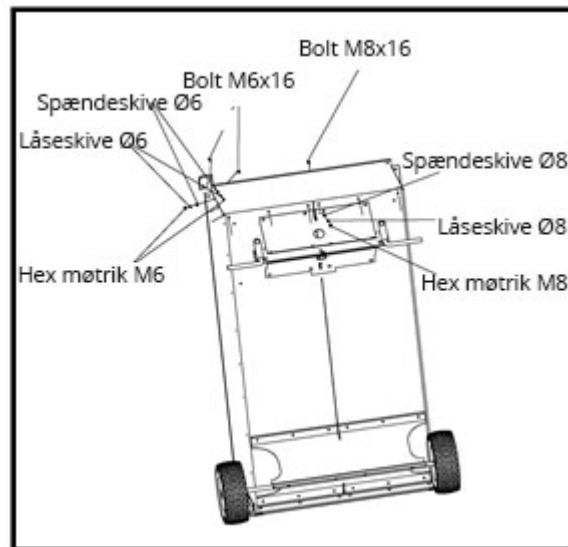

Figur 8
15. Monter vinkelbeslaget til bagsiden af holdepladerne som vist i figur 8. Brug to M8x65 hex bolte, Ø8 spændeskive, Ø8 låseskive og M8 Hex møtrikker. Spænd ikke.